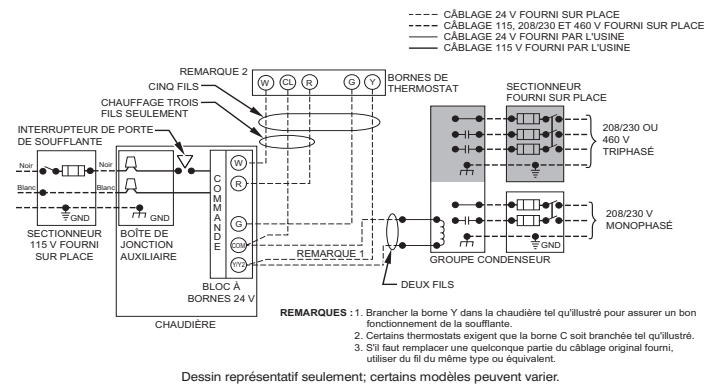
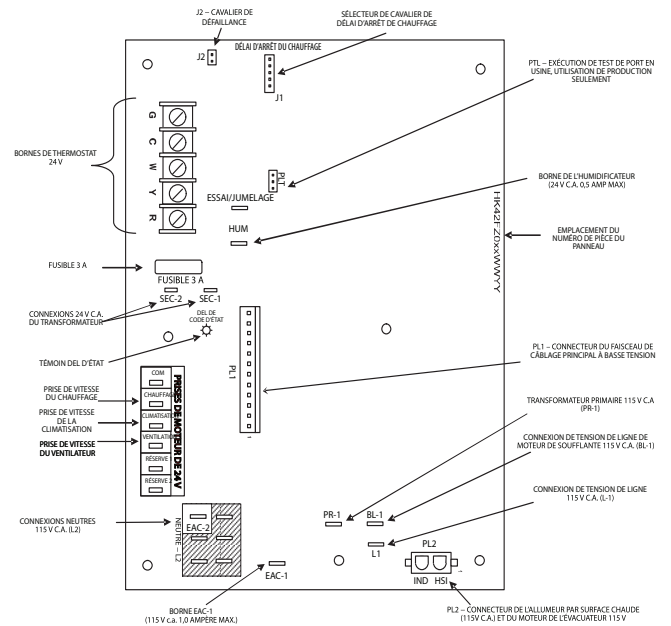

Fig. 32 – Schéma de câblage type d'un appareil à une phase
Fig. 37 – Exemple de panneau de commande de chaudière monophasée
Consultez la Fig. 32 pour le schéma de câblage illustrant un câblage type de 115 V. Vérifiez que toutes les connexions électriques faites en usine ou sur place sont bien serrées.
6. Branchez l'alimentation électrique et les fils neutres aux fils d'alimentation électrique de la chaudière, comme illustré à la Fig. 32.
5. Branchez les fils neutres et les fils électriques aux fils d'alimentation électrique de la chaudière, tel qu'illustré à la Fig. 32.
Effectuez les connexions 24 V à la plaquette de connexion 24 V. Consultez la Fig. 37. Branchez la borne Y conformément à la Fig. 32 pour assurer une bonne climatisation. N'utilisez que le fil de thermostat en cuivre AWG n° 18, codé par couleur.
La commande comporte un fusible de 3 A de type automobile sur le circuit de 24 V. Tout court-circuit direct survenant durant l'installation, la réparation ou la maintenance fera griller le fusible. Si le fusible doit être remplacé, n'utilisez qu'un fusible de 3 A de taille identique. Consultez la Fig. 37.
Accessoires (voir la Fig. 37)